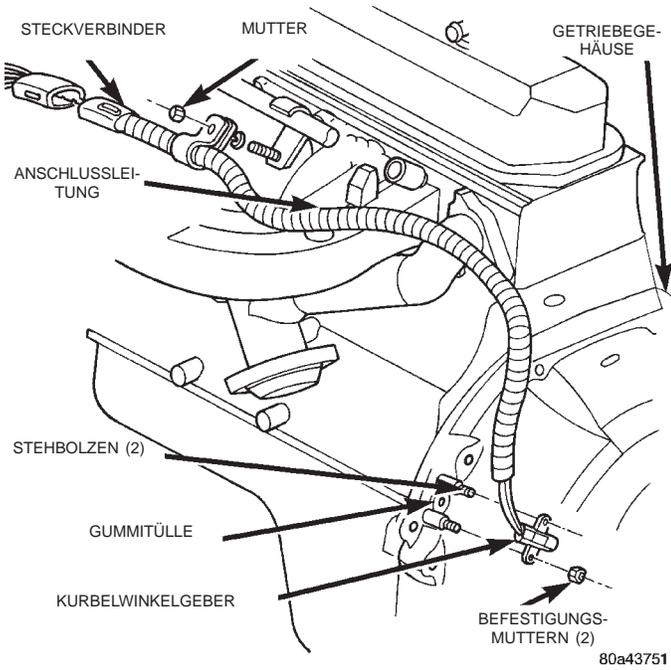
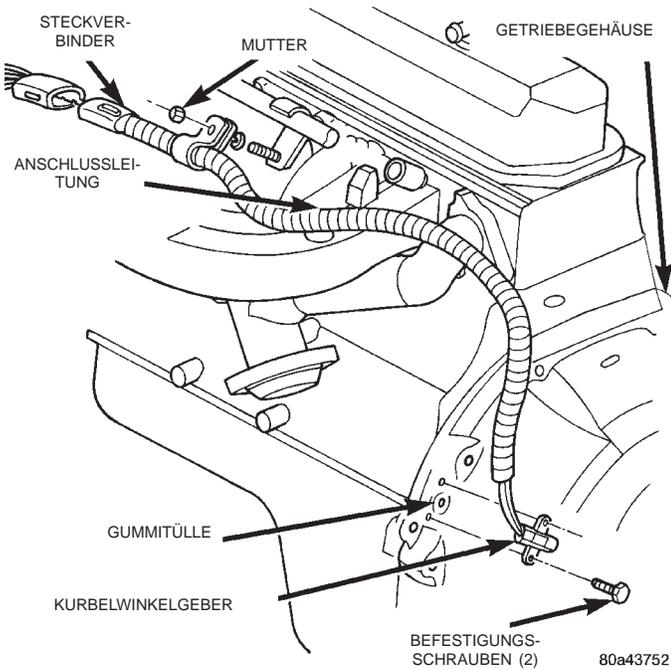

Abb. 6 Kurbelwinkelgeber — 2.5L-Motor
Abb. 7 Kurbelwinkelgeber—4.0L-Motor
- (9) Je nach Ausstattung die Kabelbäume an Getriebe und Verteilergetriebe lösen.
- (10) Je nach Ausstattung den Entlüftungsschlauch des Verteilergetriebes abziehen.
- (11) Je nach Ausstattung die Steckverbinder von allen Bauteilen an Getriebe oder Verteilergetriebe abziehen.
- (12) Je nach Ausstattung das Verteilergetriebe mit einem Getriebeheber abstützen.
- (13) Je nach Ausstattung das Verteilergetriebe mit Sicherheitsketten am Getriebeheber befestigen.
- (14) Je nach Ausstattung das Schaltgestänge für die Bereichswahl am Verteilergetriebe lösen.
- (15) Je nach Ausstattung die Befestigungsmuttern lösen, mit denen das Verteilergetriebe am Getriebe befestigt ist.
- (16) Je nach Ausstattung das Verteilergetriebe ausbauen.
- (17) Den Kurbelwinkelgeber ausbauen (Abb. 6), (Abb. 7).